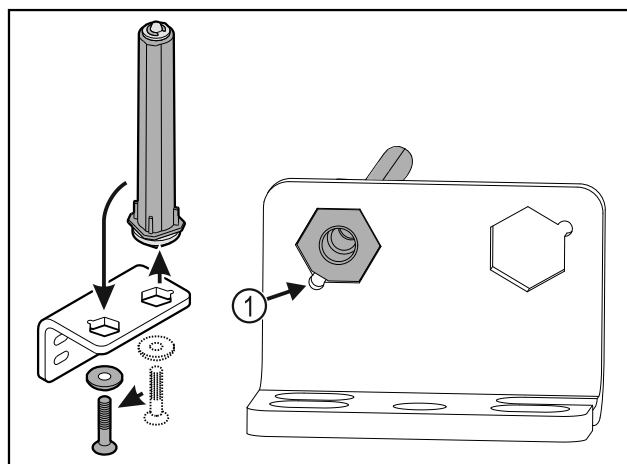

Fig. 37
- ▶ Bodite pozorni, da pri vstavljanju izravnalne točke sornika Fig. 37 (1) kažejo v smeri okrogle luknje.